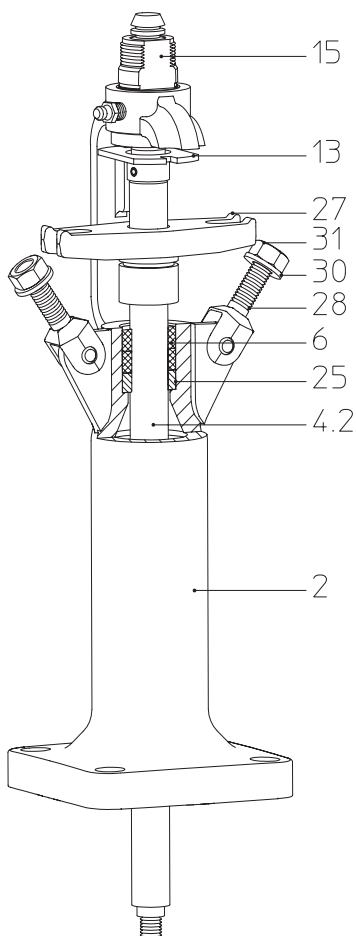

Fig 6: Utförande med gland
- FABA®-LA: - Om spindeln (pos. 4.2) är otät och packbox används: drag åt packboxens tätning (pos. 6) stegvis och jämnt med sexkantmuttrarna (pos. 31) tills det är tätt. (fig 6)
Byt vid behov ut packboxens packning (pos. 6) Beakta säkerhetsanvisningarna (fig 6 och 7; sidan 8)